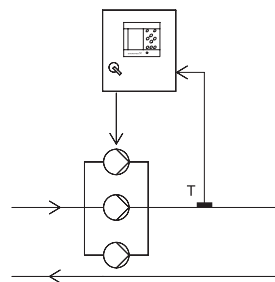

Рис. 25 Температура в напорном трубопроводе
- Температура в напорном трубопроводе, см. рис. 25.